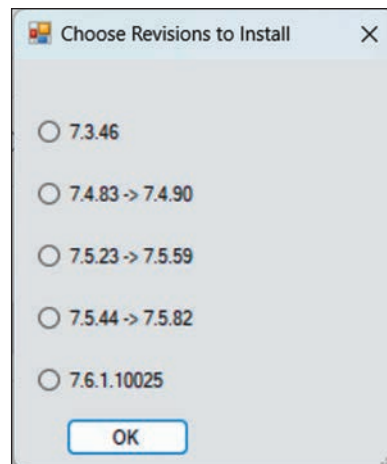

Figura 55. La ventana de diálogo Elegir Revisiones a Instalar.
- PASO 2.** Ejecute el instalador 7.6.1 y seleccione el parche de firmware 7.4 o 7.5 que corresponda. Seleccione uno que coincida con la versión actual que esté ejecutando el control R3. Por ejemplo, si el control R3 ejecuta la versión 7.5.44, seleccione la opción 7.5.44->7.5.82. Además, seleccione la opción 7.6.1 y descargue ese firmware. Ver Figura 55.